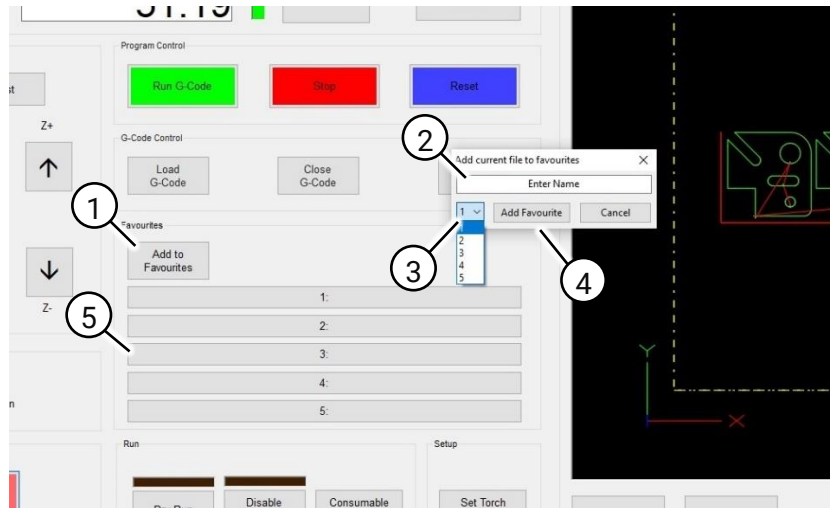

Fig. 71 Een bestand toevoegen aan Favorieten
1.1 Open een G-codebestand en klik op 'Add to Favourites' (Fig. 71 (1)).
1.2 Voer een naam voor het bestand in (Fig. 71 (2)).
1.3 Selecteer het volgnummer in de volgorde waarin het bestand zal worden weergegeven in de lijst met Favorieten (Fig. 71 (3)).
1.4 Klik op 'Add Favourite' (Fig. 71 (4)).
1.5 Als u een Favoriet opnieuw wilt inlezen selecteert u het betreffende nummer in de lijst met Favorieten (Fig. 71 (5)).